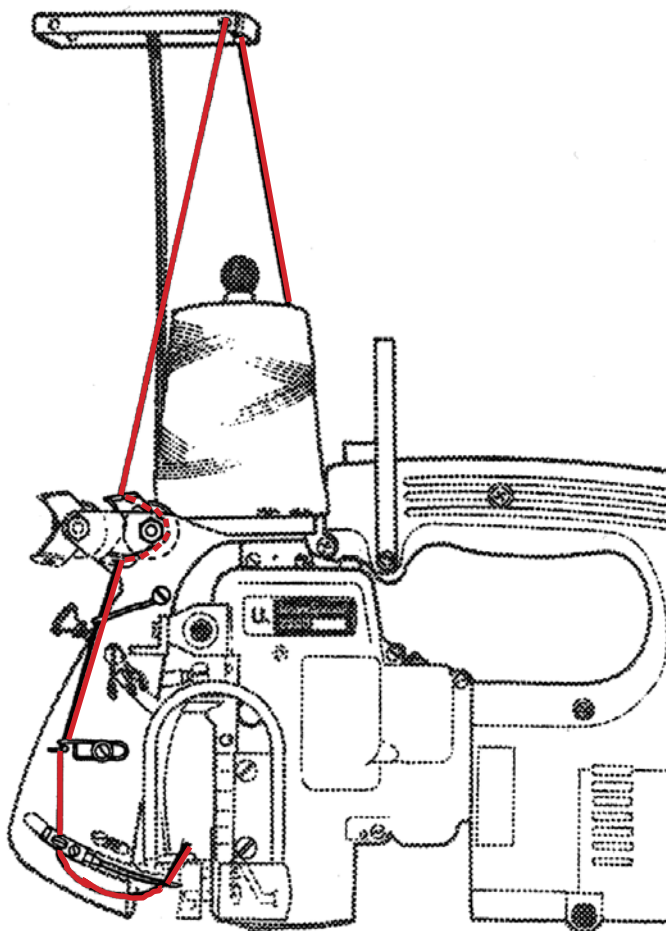

Fig. 4
Prüfen Sie die Einfädelung der Maschine. Beachten Sie die Einfädelungsanleitung Fig. 4, Seite 18, und den Abschnitt „EINFÄDELN“, Seite 17.
Thread the machine as shown in Fig. 4.
To thread the looper (double locked stitch machines only) open the hinged cover (A, Fig. 4) and turn the motor handwheel in operating direction until the needle is in its lowest dead center below the throatplate
The tension (L, Figs. 4 and 13) controls the looper thread and the tension (N) controls the needle thread. Only a slight tension should be applied on the looper thread. The tension applied on the needle thread depends on the size of the thread and the thickness of the fabric to be sewn and has to be regulated till the machine sews and chains off perfectly.
The presser foot pressure is regulated by the knurled regulating screw (B, Fig. 4).
Fädeln Sie die Maschine wie in Fig. 4 gezeigt ein.
Zum Einfädeln des Greifers (nur bei Doppelkettenstichmaschinen) öffnen Sie die Verschlussklappe (A, Fig. 4) und drehen am Motor-Handrad in Drehrichtung bis die Nadel ihren unteren Totpunkt unter der Stichplatte erreicht hat.
Die Spannung (L, Fig. 4 und 13) reguliert den Greiferfaden und die Spannung (N) den Nadelfaden.
Der Drückfußdruck wird mit der gerändelten Stellschraube (B, Fig. 4) reguliert.
Loosen screw (D, Fig. 4) of the needle head and draw out the needle. Insert the shank of the new needle as far as it will go into the needle seat and with the flat of the shank facing to the front.
Lösen Sie die Schraube (D, Fig. 4) im Nadelkopf und ziehen Sie die Nadel heraus. Stecken Sie den Kolben der neuen Nadel bis zum Anschlag in den Nadelsitz und mit der Fläche am Kolben nach vorne.